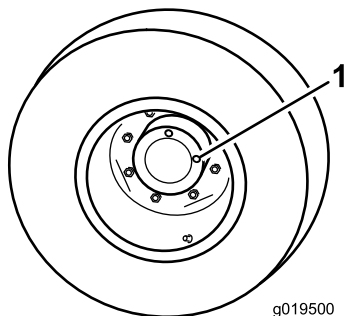

Figura 65
1. Con la macchina parcheggiata su una superficie piana, posizionate la ruota in modo che un tappo (Figura 65) si trovi nella posizione ore 12 e l'altro ore 3.
1. Tappo di controllo/spurgo (2)
2. Rimuovete il tappo a ore 3 (Figura 65).